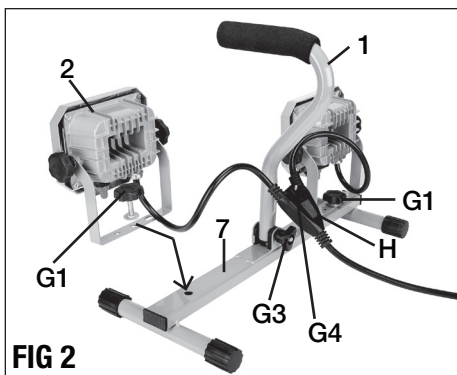

FIG 2
## FIXATION DES TÊTES DE LA LAMPE DE TRAVAIL AU PIED (FIG 2)
1. Placer le pied (7) sur une surface plane.
2. Tournez la poignée de transport (1) vers le haut. Serrer le bouton de verrouillage de la poignée (G3) pour le fixer en place.
3. Se servir des boutons de verrouillage (G1), de rondelles plates et à ressort pour fixer les deux têtes de la lampe de travail aux côtés du pied comme montré à la FIG. 2.
4. Accrochez le séparateur de câble d'alimentation (H) au crochet (G4).